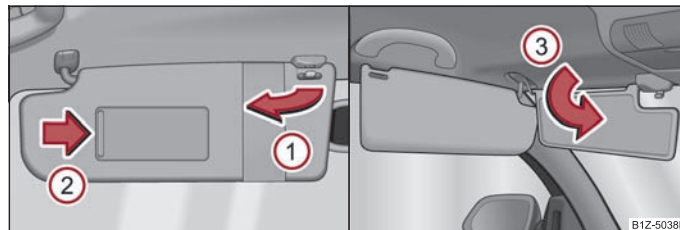

Fig. 48 Parasolarele: Rabatarea/parasolarul dublu
Parasolarul șoferului și cel al pasagerului față pot fi scoase din suporturi și îndreptate către portiere ① ⇒ fig. 48.